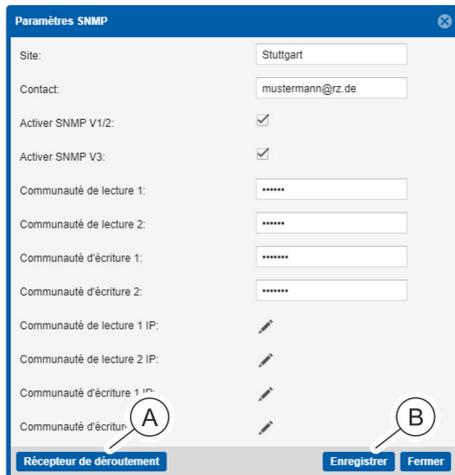

Fig. 139 : Fenêtre « Paramètres SNMP »
2. Appuyer sur le bouton « Récepteur de déroutement » (Fig. 139 /A) dans la fenêtre « Paramètres SNMP ».